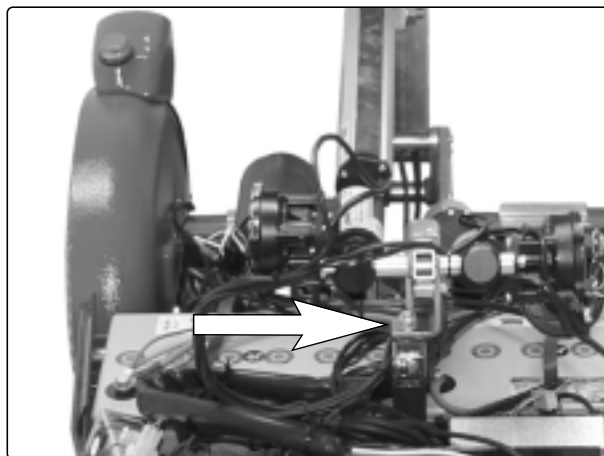

Abb. 11. Gegenmutter Sitzhöhenverstellung
4. Bocken Sie den Sitz an der Vorderkante auf. Lösen Sie die Halterung der Sitzhöhenverstellung, indem Sie die Gegenmutter lösen, siehe Abb. 11. Merken Sie sich die Konstruktion der Halterung für den späteren Einbau. Klappen Sie den Sitz vorsichtig nach vorne.